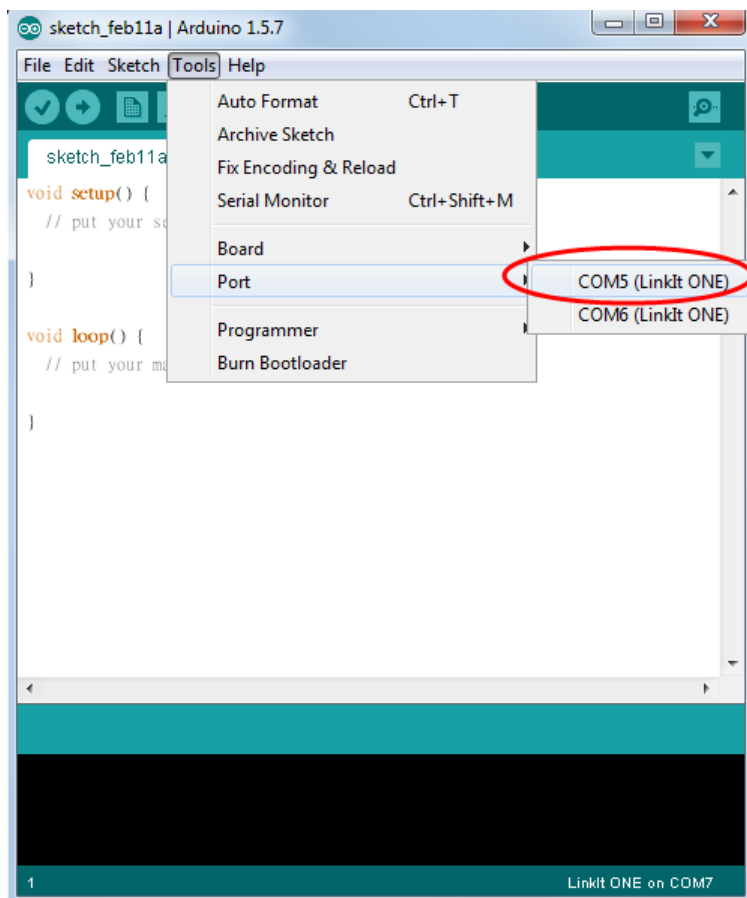

图 10 在 Arduino IDE 指定到 LinkIt ONE 开发板串口号码
- 7) 在 Arduino IDE 的 **Tools** 选单上，指向 **Port** 再选择刚刚所记下的 LinkIt ONE 开发板串口号，如图 10 所示。